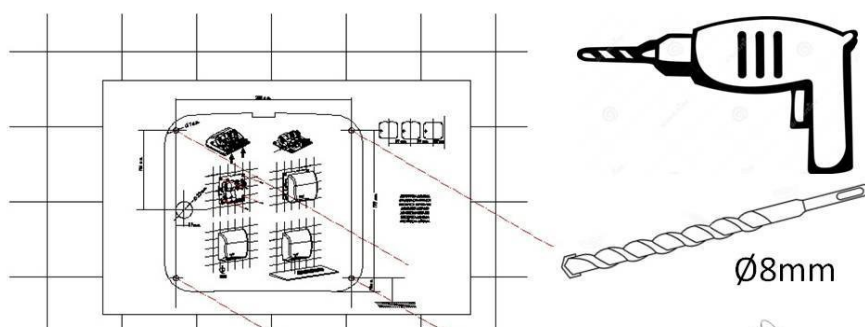

Fig. 6
1. Führen Sie 4 Bohrungen mit $\varnothing 8 \text{ mm}$ ($\varnothing 0.31''$) aus, unter Verwendung der mitgelieferten Montageschablone. Entfernen Sie den Bohrstaub aus den Bohrlochern. Stecken Sie die 4 mitgelieferten Dübel in die Löcher, ohne Überstand (Siehe Abbildung 6).